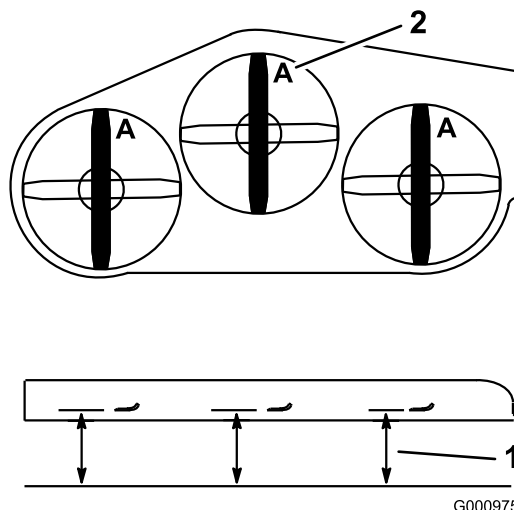

Figura 100
3. Gire las cuchillas hasta que los extremos estén orientados hacia adelante y hacia atrás (Figura 100).
4. Mida desde una superficie nivelada hasta el filo de corte, posición A, de las cuchillas (Figura 100).